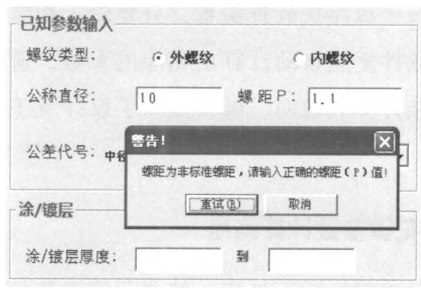
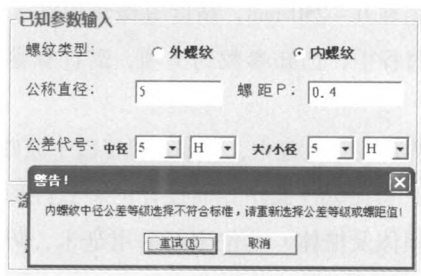
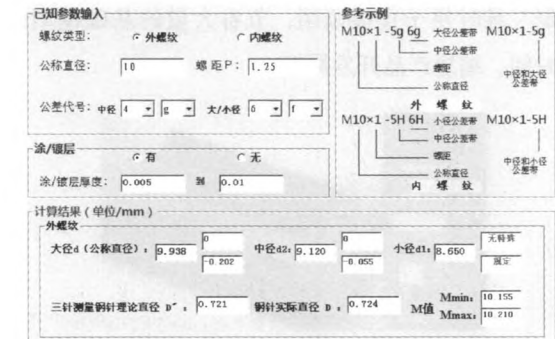

图 3 螺纹螺距非标准错误提示
图 4 螺纹公差非标准错误提示
图 5 螺纹涂/镀前尺寸计算
(1) 软件主要特点：①当输入不符合标准时，系统会自动报错，如图 3、图 4 所示。②在计算外螺纹及内螺纹时，分类标示，如当计算外螺纹时，设计到内螺纹的计算结果自动隐藏，保证计算结果的无误性。③当选择不同精度和螺纹类型时，系统“螺纹代码”模块会自动提示，保证输入的无误性。④增加了涂/镀层模块，避免了人工计算的繁琐性，计算结果为涂/镀前尺寸，内外螺纹尺寸上下差以人体原则输出，如图 5 所示。